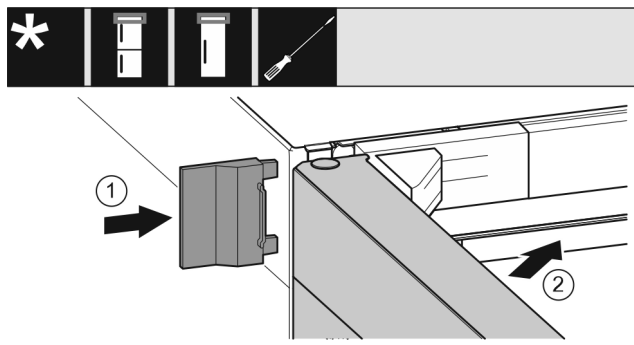

Fig. 19
- ▶ Lükake välimine kate peale. Fig. 19 (1)
- ▶ Sulgege ülemine uks. Fig. 19 (2)